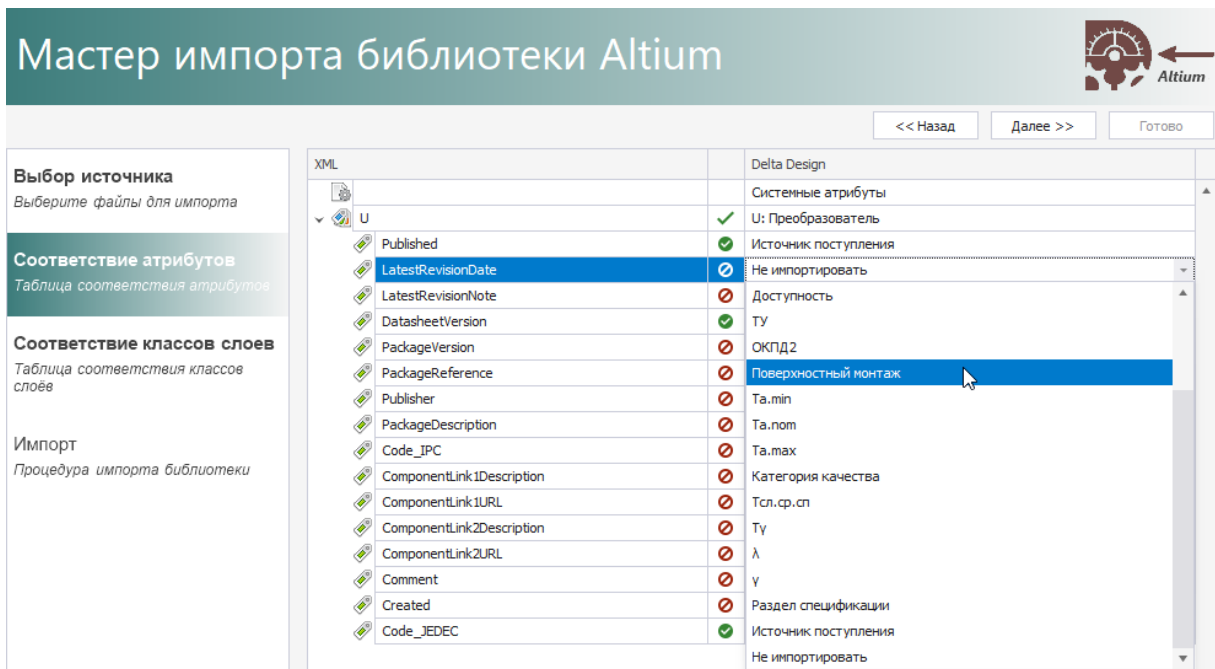

Рис. 8 Сопоставление атрибутов при импорте
- Укажите соответствие атрибутов и семейств, см. Рис. 8. В левом столбце указываются код семейств, которые содержатся в импортируемом файле библиотеки. В правом столбце можно указать необходимость импорта семейства и осуществить сопоставление импортируемого семейства с тем, которое присутствует в системе.